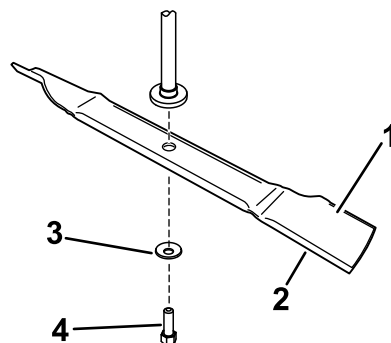

Figure 8
1. Placez la lame sur l'axe (Figure 8).
2. Posez la rondelle bombée (face concave vers la lame) et le boulon de lame (Figure 8). **Ne posez pas le renfort.**
Ces lames n'ont pas besoin de renfort (Figure 8).